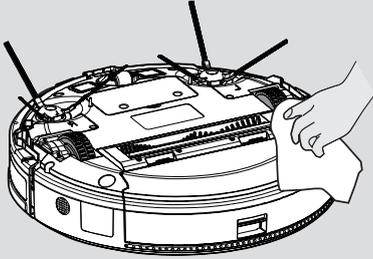

Fig. 22
3. Nettoyez les roues avec un chiffon sec. [Fig. 22]